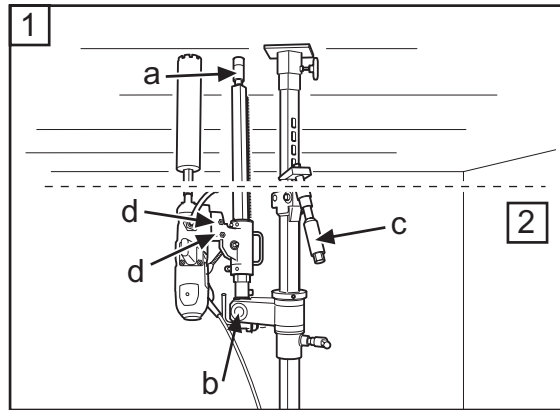

Fig.12
4. Kontrollera att stämskruven (a) i borrhjulet är i inskruvat läge. Fäll upp och lås borrhjulet i vertikalt läge med mutter 30 mm (b) (Fig.12).
4. Kontrollér, at stempelskruen (a) i boresøjlen er skruet ind. Fæld boresøjlen op, og lås den i lodret stilling med 30-mm-møtrikken (b) (Fig.12).
4. Kontroller at søyleskruen (a) i borsøylen er i innskrudd stilling. Fell opp og lås borsøylen i vertikal stilling med mutter 30 mm (b) (Fig.12).
6. Skruva in stämpskruven mot taket för att fixera borrhjulet i läge, säkra med låsmutter 30 mm (a) (Fig.12). Använd en träregel eller liknande som mellanlägg.
6. Skru stempelskruen mod taget for at fiksere boresøjlen i dens position, og sørg for at sikre den med 30-mm-låsemøtrikken (a) (Fig.12). Brug et stykke træ eller lignende som mellemlæg.
6. Skru inn søyleskruen mot taket for å fiksere borsøylen i stilling, sikre med låsemutter 30 mm (a) (Fig.12). Bruk en treplanke eller liknende som mellomlegg.